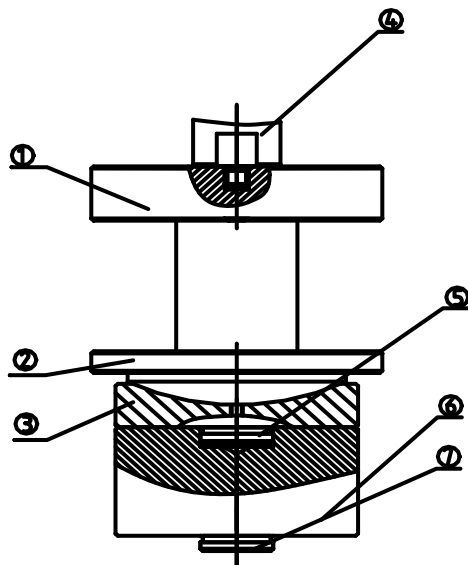

图 5 压缩辅具
### 5.2.3.3 压缩辅具(见图 5)
按图 5 安装好压缩辅具。出厂前定位销⑤与球座③已连接成部件、上压盘①与轴④连接成部件、垫块⑥与定位销⑦连接成部件，将垫块⑥与定位销⑦连接成的部件放置于工作台上、再把定位销⑤与球座③连接成的部件放置于垫块⑥与定位销⑦连接成的部件上，上面放置下压盘②，把上压盘①与轴④组成的部件与传感器连接锁紧固定即可做一般压缩性试验。